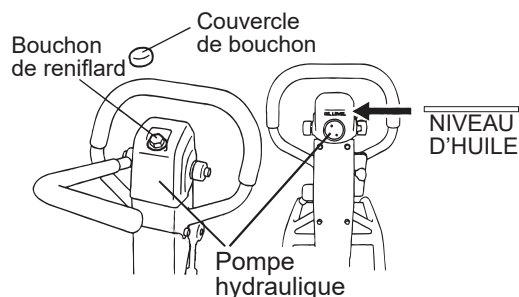

Figure 25. Démontage du capuchon/bouchon reniflard
1. Avec la poignée en position verticale, enlevez le bouchon qui est sur la pompe hydraulique (Figure 25).
8. Verser de l'huile hydraulique (550 cm³) dans le trou du bouchon reniflard de la pompe hydraulique (Figure 25).